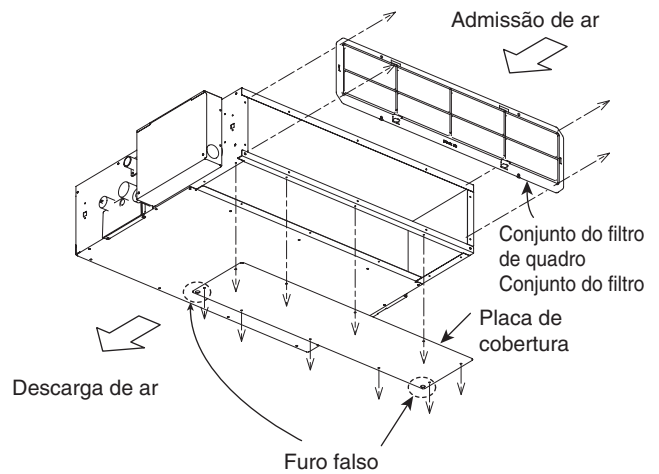

Fig. 3-4
- (1) Retire o conjunto do filtro de quadro. Retire a placa de cobertura. (Fig. 3-4)